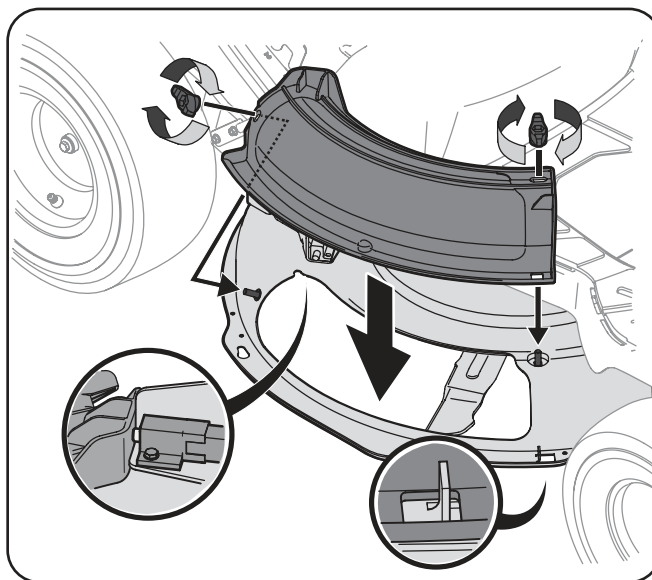

Figura 1-2
1. Instale la clavija de abono en la abertura de descarga de la cubierta de la cubierta. Los pernos en la superficie de la cubierta se ajustan a través de los agujeros en la parte superior de la clavija de abono. La pequeña pestaña en la zona del labio cubierta se ajusta a través de la abertura cuadrada en la parte inferior de la clavija de abono. Vea la Figura 1-2.